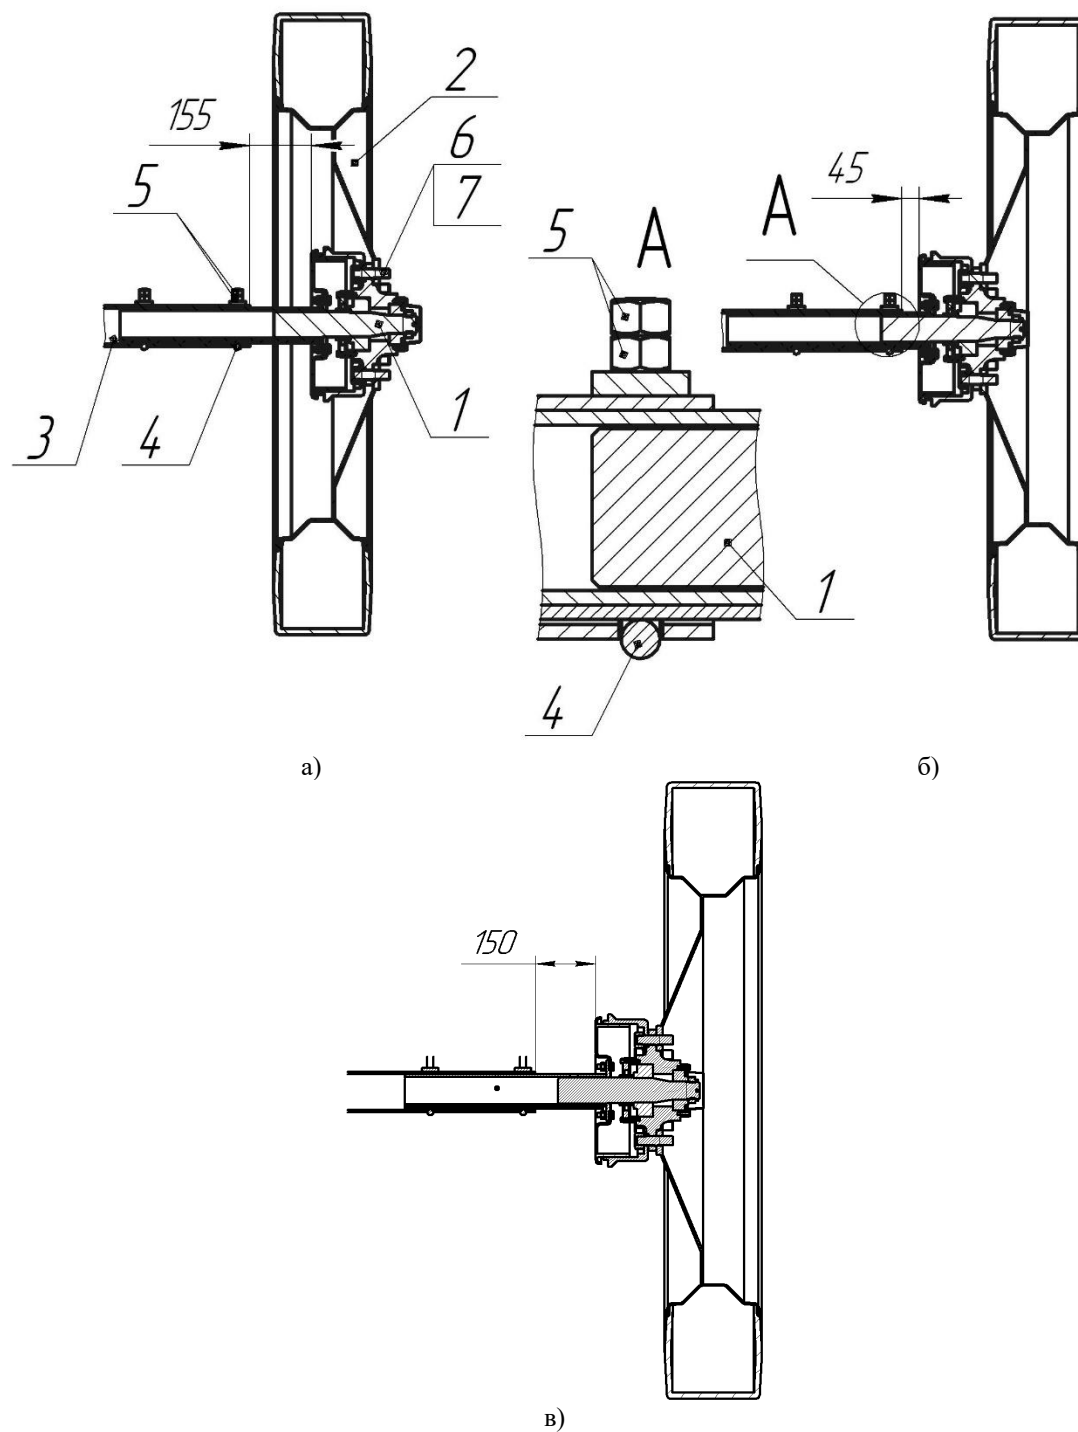
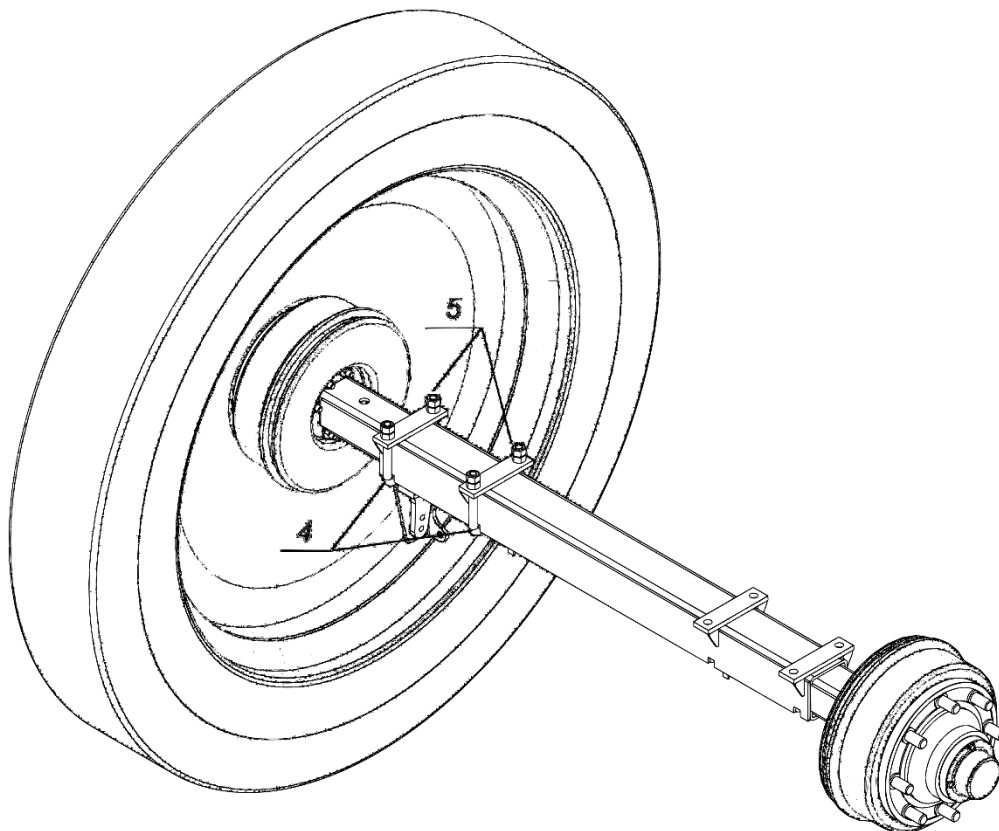

Рис. 16. Схема установки колес при колее а) 1500 мм, б) 1800 мм, в) 2100 мм.
Рис. 17. Колесная балка опрыскивателя.
Опрыскиватель можно установить на колею 1500 (*Рис. 16 а*) или 1800 мм (*Рис. 16 б*) или 2100 мм (*рис. 17 в*). Колея регулируется бесступенчато.
(подрисовочные надписи см. на *Рис. 16*)
- переместить полуоси 1, на расстояние, указанное на *Рис. 16*;
- поменять местами колеса и перевернуть их, как показано на *Рис. 16*; после монтажа колес протектор шин должен иметь исходное направление.
Внимание! Размеры, указанные на *Рис. 16*, относятся к опрыскивателям стандартной комплектации. В случае использования колесных дисков других производителей, алгоритм изменения колеи может быть изменен.
6.2.10. Проверить надежность фиксации полуосей (Рис. 16 и Рис. 17). При необходимости, стремянки подтянуть.